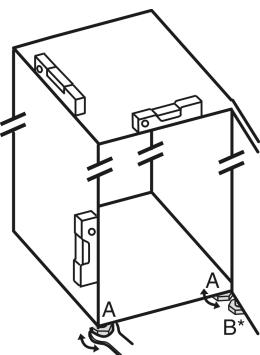

Fig. 23
- Stellfüße Fig. 23 (A) mit beiliegendem Gabelschlüssel und mit Hilfe einer Wasserwaage herausdrehen, bis das Gerät fest und ebenstehend ausgerichtet ist.
- Stellfuß Fig. 23 (B) am Lagerbock mit beiliegendem Gabelschlüssel herausdrehen, bis er auf dem Boden aufliegt.
- Stellfuß Fig. 23 (B) um 90° weiter drehen.